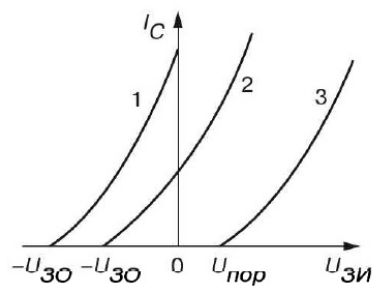

Рис. 4
3. Укажите **номер** стоко-затворной характеристики *n*-канального полевого транзистора (рис. 4):